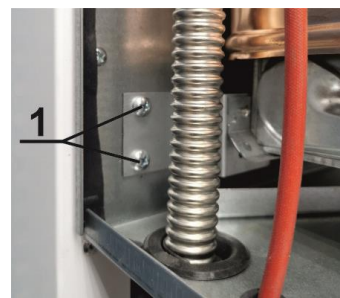

Рис. 15. Демонтаж горелки
- 4) отвернуть четыре самореза 1 (см. Рис. 15) крепления горелки к задней стенке котла (по два с каждой стороны) и снять горелку.